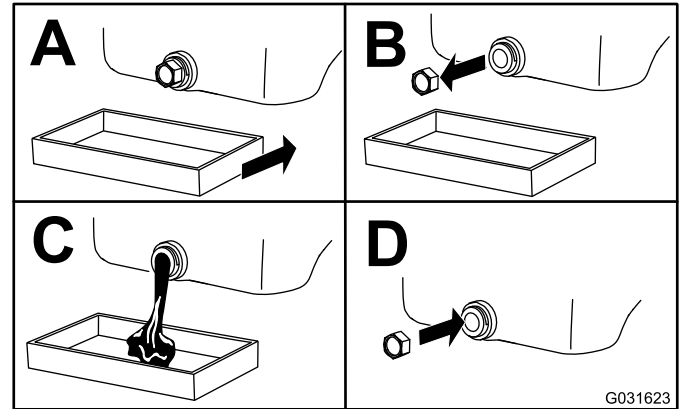

Figure 25
- A. Retirez le bouchon de vidange pour permettre la vidange de l'huile moteur existante (Figure 25).
- B. Remettez le bouchon de vidange en place (Figure 25). Serrez la bougie à 13,6 N·m (10 pi-lb).